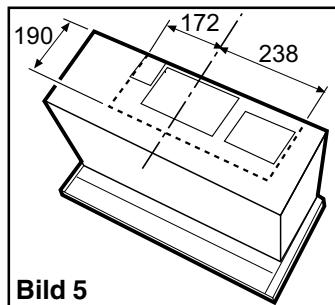

Bild 5
- Die Dunstabzugshaube wird werkseitig für die Inbetriebnahme Abluft nach oben angeliefert. Vor der Montage der Haube, ein Loch oben in den Oberschrank schneiden (siehe Bild 5). Das Loch dient zur Durchführung des Stutzens, des Kabels und für Kundendienst Zwecke.